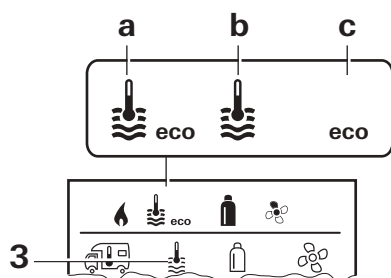

Fig. 6
1. À l'aide du bouton rotatif / poussoir, sélectionnez l'icône dans la ligne de menu (Fig. 6 – 3).